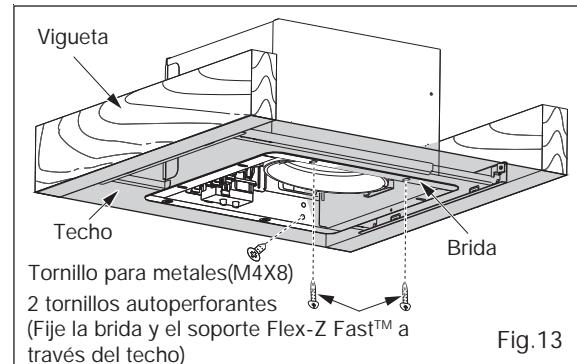

Fig.13
4. Instale el cuerpo del extractor en el soporte Flex-Z Fast™ utilizando 2 tornillos autoperforantes, inserte el conector de enchufe en el receptáculo e instale el cuerpo del extractor en el adaptador utilizando el tornillo para metales (M4X8). (Fig.13)